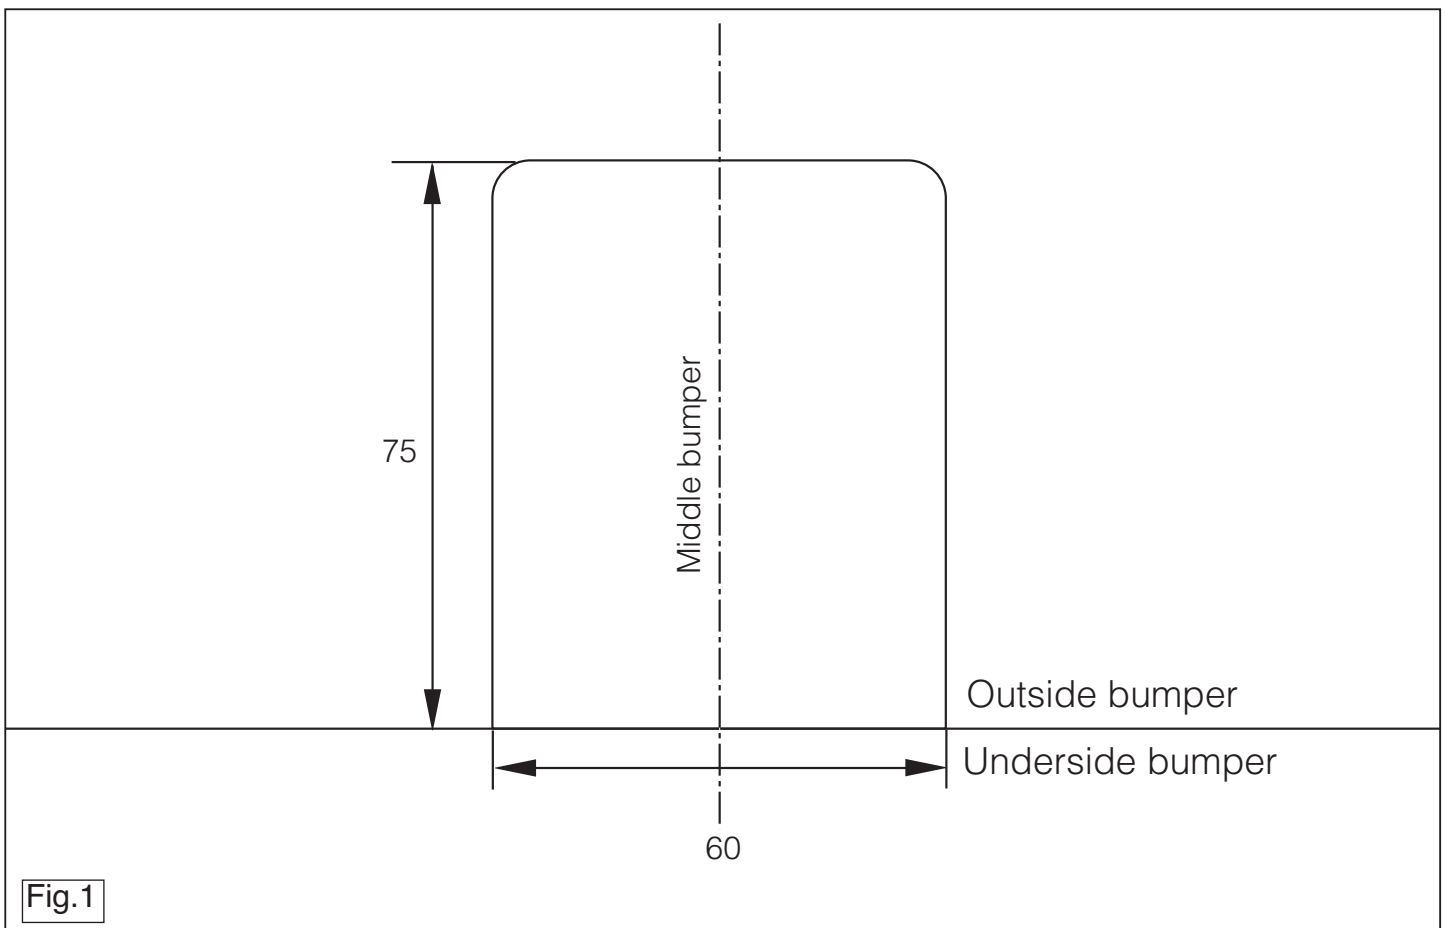

Fig.1
2. Saw a section out of the middle of the underside of the bumper as shown in fig 1.
- Auf der Unterseite der Stoßstange einen Teil aus der Mitte gemäß Abbildung 1 herausschneiden.
- Ser au centre de la partie inférieure du pare-chocs une partie correspondant à la figure 1.
2. Sav en del ud af kofangeren midt på undersiden jf. fig. 1.